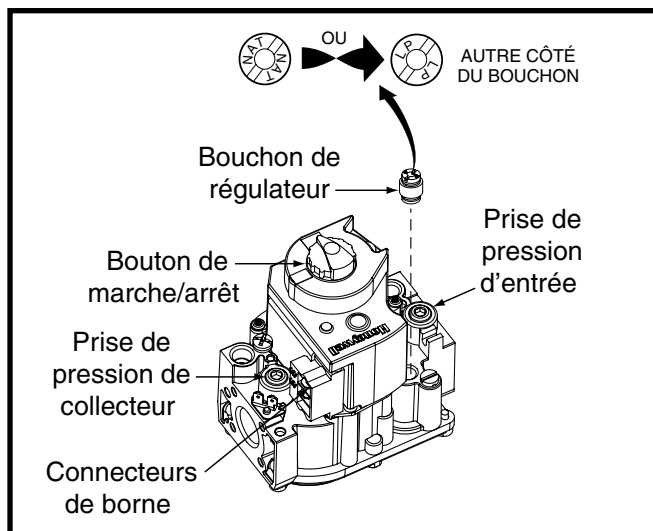

Figure 19. Vanne à gaz
La conversion des vannes à deux étages au gaz de pétrole liquéfié/propane requiert le remplacement des orifices du brûleur et le réglage du bouchon du régulateur sur le côté marqué LP (GPL). L'extrémité orientée vers le haut doit alors indiquer LP. Voyez la Figure 19.
5. Réglez le bouton de marche/arrêt du robinet de gaz en position OFF (arrêt). Voyez la Figure 19.
2. Utilisez une clé hexagonale 3/16 po pour retirer le bouchon de la prise de pression d'entrée (côté ENTRÉE du robinet de gaz). Voyez la Figure 19 \(page 20\).
5. Ouvrez (ON) l'alimentation principale de gaz au robinet manuel.
4. Réglez le bouton de marche/arrêt du robinet de gaz en position ON (marche). Voyez la Figure 19 \(page 20\).
3. Utilisez une clé hexagonale 3/16 po pour retirer le bouchon de la prise de pression d'admission située du côté sortie du robinet de gaz. Voyez la Figure 19 \(page 20\).